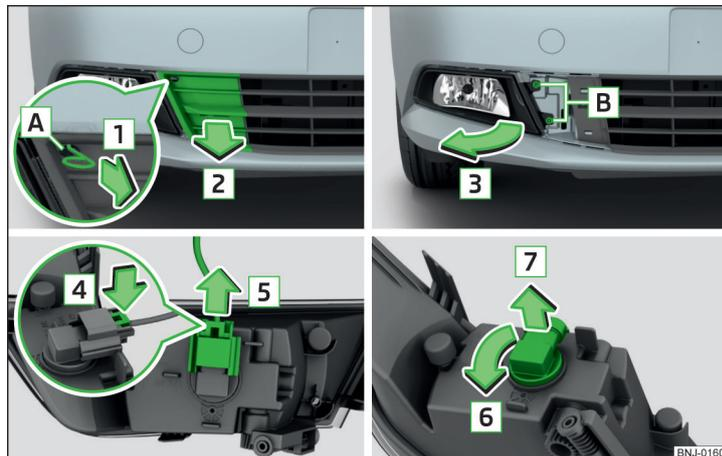

Fig. 215 Remover os faróis de nevoeiro / substituir a lâmpada incandescente para faróis de nevoeiro
- ▶ Ao puxar o gancho no sentido da seta **1**, remover a grelha de proteção no sentido da seta **2** » Fig. 215.
- ▶ Pressionar o bloqueio na ficha no sentido da seta **4** » Fig. 215.
- Aplicar e aparafusar o farol de nevoeiro no sentido contrário da seta [3] » Fig. 215.